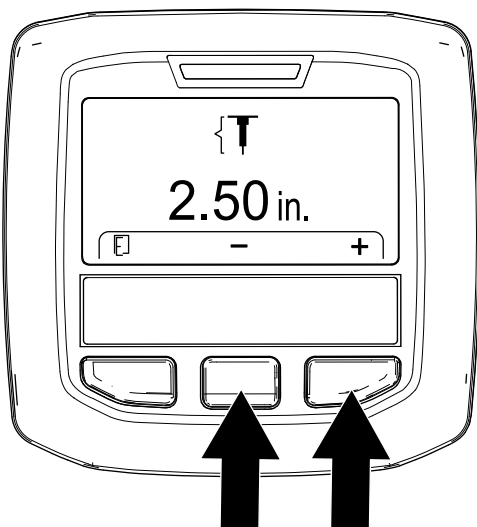

Figura 53
5. Reglai adâncimea dintelui (Figura 53) după cum urmează: